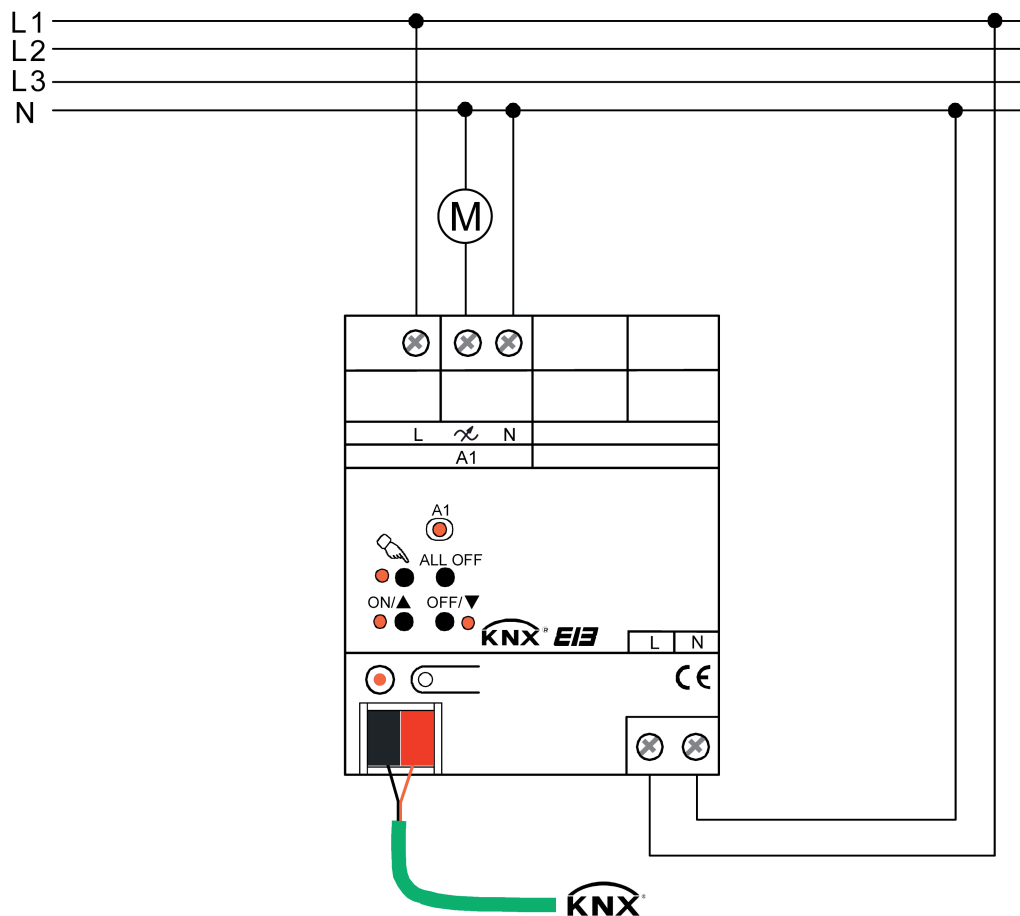

Bild 6: Elektrischer Anschluss von Einphasen-Elektromotoren
- Den Anschluss von Einphasen-Elektromotoren gemäß Anschluss-Bild (Bild 6) vornehmen.